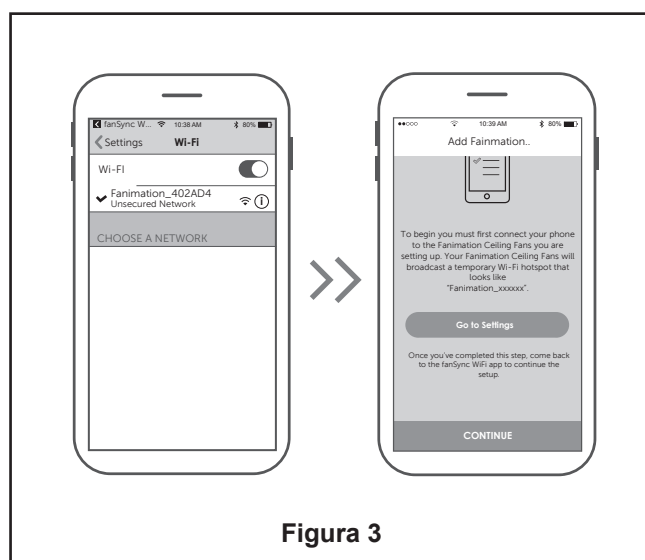

Figura 3
- ☐ 3. Seleccione el dispositivo Fanimation_XXXXXX y vuelva a la App fanSync WiFi y pulse "CONTINUAR". (Figura 3)